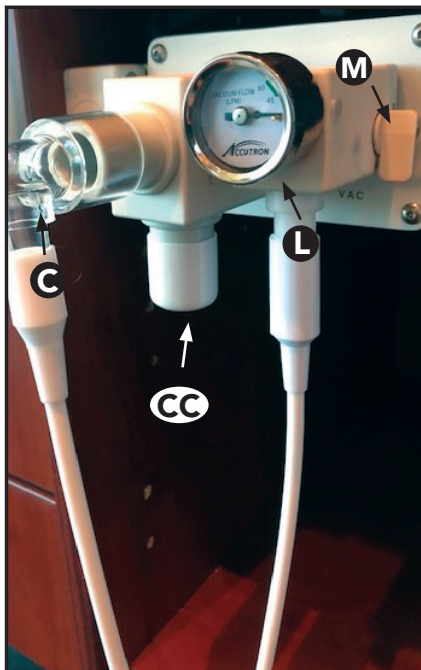

Figure 3
1. Remove the reservoir bag from the flowmeter and install the plug  per Figures 3, 5 and 8. Note: Plug will pop off if the gas flow line is kinked or blocked.
3. Connect right angle adapter  to bagtee outspout per Figures 3, 5 and 8.
4. **RFS™ Scavenging Circuits:** Connect the Axess™ RFS Circuit to the RFS Outlet per Figure 3. Fittings are sized to only fit one way.
3. Schließen Sie den 90 Grad Winkeladapter  am gerade angehenden Auslass des BagTees gemäß Abbildung 3, 5 und 8 an.
4. **RFS™ Scavengersysteme:** Schließen Sie das Axess™ RFS-System gemäß Abbildung 3 an den RFS-Ausgang an. Die Anschlüsse sind so konzipiert, dass sie nur in eine Richtung passen.